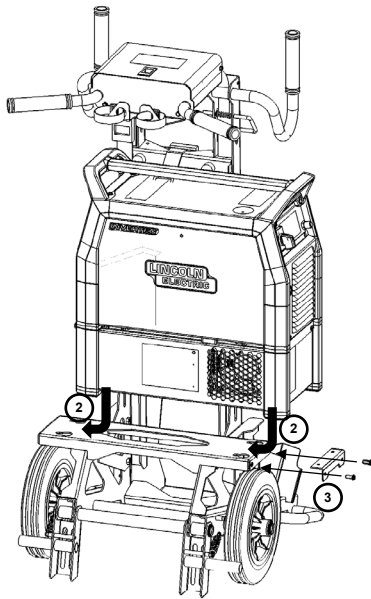

Figura 4
2. Far scorrere saldatrice + gruppo di raffreddamento nei fori sulla piastra (Figura 4).
3. Avvitare il metallo di bloccaggio per evitare il movimento dell'intera attrezzatura (Figura 4).